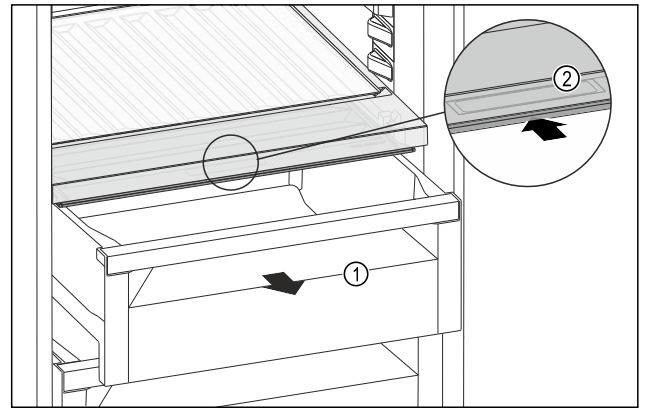

Fig. 123
- ▶ Extrageți sertarul Fig. 123 (1).
- ▶ Prindeți mânerul încastat Fig. 123 (2) de la capacul compartimentului și glisați concomitent capacul compartimentului spre partea posterioară.